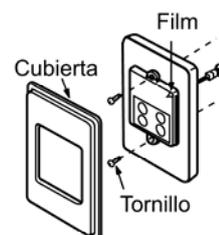

Fig. 4
6. Fije el comando remoto a la pared con los tornillos suministrados (Fig.4).
4. Asegure cada cable de conexión “EZ” al soporte situado en la base con los fijacables y tornillos suministrados. (Fig.4).